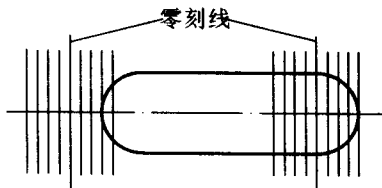

图 1-15 间接读数法
(2)间接读数法 当水准器的气泡静止时,读出气泡两端各自偏离零刻线的格数,然后将两格数相加除以 2,所得的平均值即为读数。如图 1-15 所示, $[(+4) + (+3)]/2 = 3.5$, 3.5 格偏差。